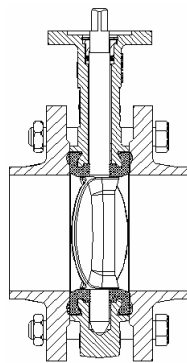

рис. 5
3. Установите заслонку между фланцами, отцентрируйте и установите болты (см. рис. 5).